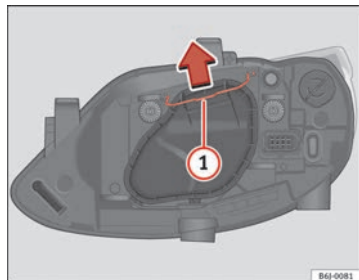

Fig. 157 Anabbagliante e abbagliante faro singolo
- Far scorrere il tirante ⇒ fig. 157 ① nel senso della freccia e sfilare la chiusura.